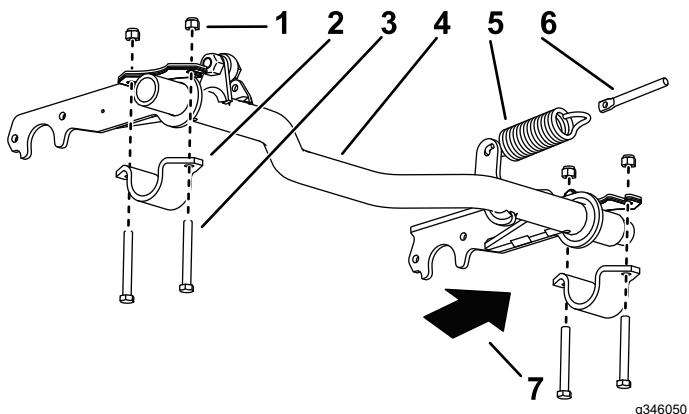

Рисунок 5
- Подсоедините пружину растяжения к пружинному рычагу на шарнирной трубе и к штоку пружины (Рисунок 5).
- Свободно установите кронштейн шарнирной трубы на правой стороне (Рисунок 5).
- Вставьте правую сторону шарнирной трубы в правый кронштейн шарнирной трубы (Рисунок 5).
- Поднимите левую сторону шарнирной трубы к раме и установите ее в кронштейн шарнирной трубы с помощью двух болтов ¾ x 3 дюйма и двух контргаек (¾ дюйма) (Рисунок 5).